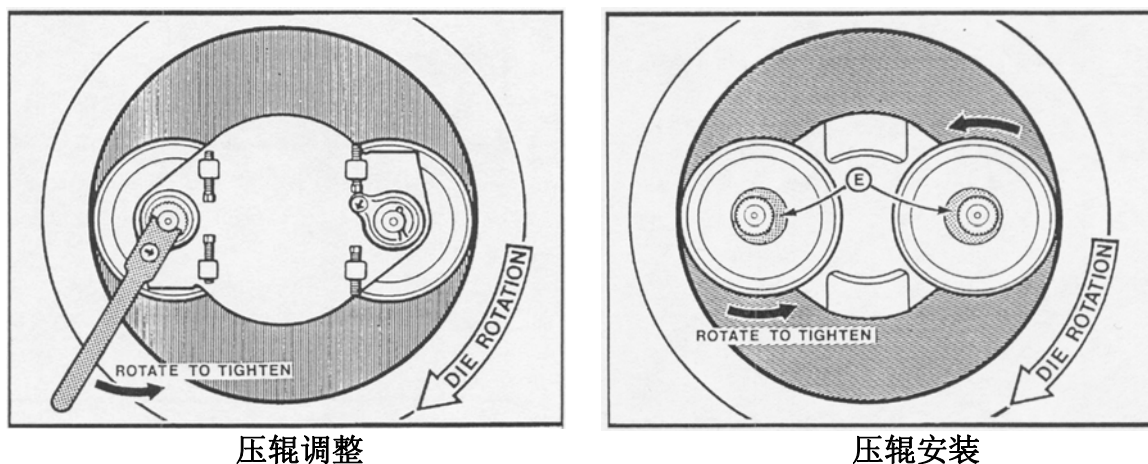

图 5.2 压辊安装/调整图
用压辊调节齿轮和压辊调节扳手(见工具清单)转动压辊轴，如压辊安装/调整图所示。(见图 5-2.)
2. 每个压辊松开其中一个压辊调节螺钉，允许压辊调节齿轮以图示方向旋转。(见图 5-2.)
3. 为了调整压辊更靠近环模，转动每个压辊上的另一个调节螺钉，这样，它以箭头方向转动调节齿轮。如果该调节不能以所示方向进行，说明压辊装错了，必须重新安装。如图所示(见图 5-2.)。
5. 如果调节齿轮的调整结束了，返回到步骤 3 转动调节螺钉。去掉调节齿轮，重新安装它在图上所示位置(见图 5-2.)。
更换环模前，压辊必须从环模表面移开。使用压辊扳手(见工具清单)，如压辊安装/调整图所示，图 5-2，迅速将压辊旋转到最后部的位置。制粒机制粒时，环模和压辊的表面会发生磨损。定期检查表面是否磨损，必要时，按以上指导调整压辊。(见第六部分“偏转器”)
1. 如“压辊安装/调整图”（图 5-2）下图所示的位置安装压辊，确定有箭头“E”的偏心轴在所位置。(弦月部分向中心) 如在这点上错误会导致时间的浪费。
3. 通过按图所示方向转动轴(见图 5-2.)使每个压辊都与环模接触。忽略这一点，将导致严重损坏。用压辊调节齿轮和压辊调节扳手转动压辊轴。
4. 安装压辊调节齿轮，以便凸耳有最大的调整空间。如图所示(见图 5-2.)。